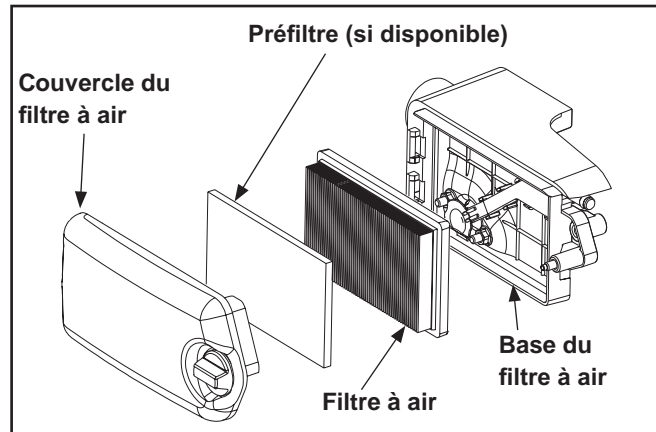

Figure 17. Filtre à air – Plan éclaté.
Ce moteur est équipé d'un filtre à air en papier à haute densité remplaçable ou d'un filtre à air en mousse, en fonction de l'application. De plus, un préfiltre en mousse peut également être inclus en option. Voir la Figure 17.
1. Retirez le couvercle du filtre à air, le filtre à air en papier et le préfiltre, si disponible. Voir la Figure 17.
1. Retirez le couvercle du filtre à air, le filtre à air en mousse et le préfiltre, si disponible. Voir la Figure 17.
2. Desserrez le bouton du couvercle du filtre à air et retirez le couvercle. Voir la Figure 17.